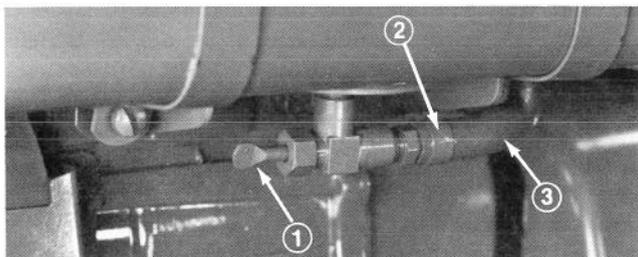

Figure 26
1. Fermez le robinet d'arrêt de l'essence, situé sous le moteur (Fig. 26).
3. Desserrez les pinces qui attachent le conduit d'alimentation sur le robinet d'arrêt, puis enlevez ce conduit du robinet (Fig. 26).